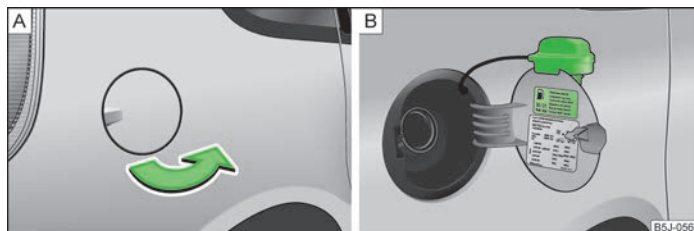

Fig. 112 Partea dreaptă a spate a autovehiculului: Clapeta rezervorului / Clapeta rezervorului cu capacul înșurubat
Pe partea interioară a clapetei rezervorului sunt indicate sortimentele adecvate de combustibil, mărimea anvelopelor și valorile presiunii în anvelope » fig. 112 la pagina 134 - [B].
- Deschideți cu mâna clapeta rezervorului de combustibil » fig. 112 - [A].
- Desfaceți bușonul rezervorului spre stânga și fixați-l de sus pe clapeta rezervorului » fig. 112 - [B].